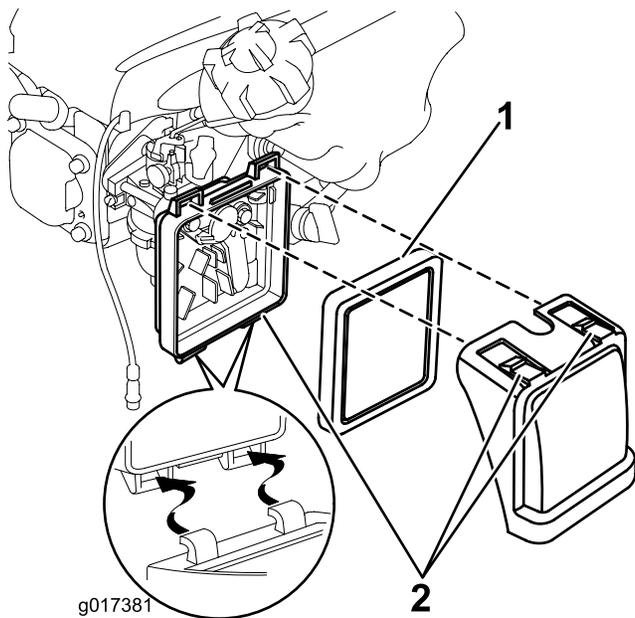

Figura 18
- Pressione as patilhas do trinco na parte superior da cobertura do filtro de ar (Figura 18).
- Abra o motor (Figura 18).
- Retire o filtro de ar (Figura 18).
- Insira o filtro de ar no corpo do filtro de ar (Figura 18).
- Coloque a tampa (Figura 18).